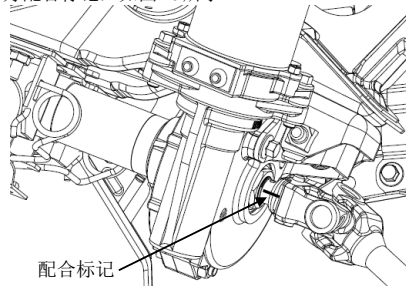

图 4-9
(10) 拆下中间轴总成
① 在转向管柱总成与中间轴总成的配合处做好配合标记，如图 4-9 所示。